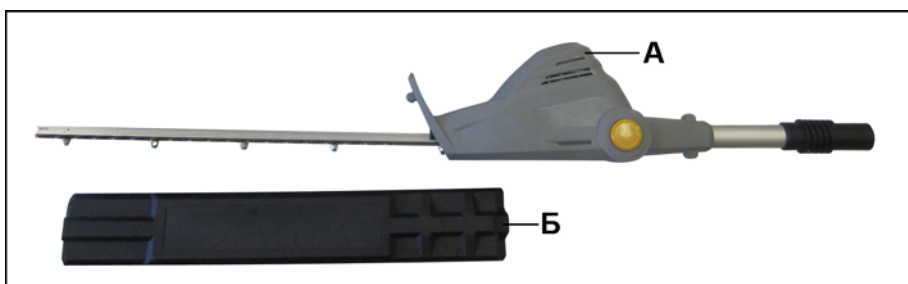

Рис. 1.
4.1. Комплектность кустореза представлена в таблице 3 и на Рис.1